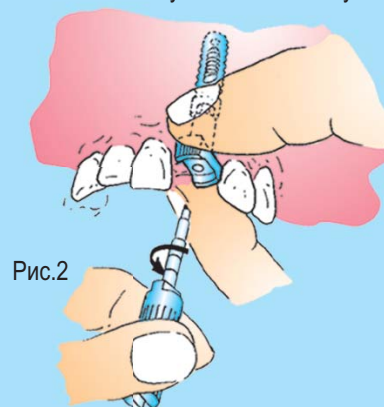

Рис.2
- Ввести фрезу с зацепляющей кромкой (С) внутрь держателя фрезы (В). Ввести фрезу в центратор до контакта с обломком винта, сильно надавить, и вращать ПРОТИВ ЧАСОВОЙ СТРЕЛКИ, поддерживая давление. После нескольких оборотов фреза выдвинется наружу из центратора и на поверхности фрезы покажется метка - в этом случае вынуть центратор и обломок обнаружится либо внутри центратора со стороны шестигранника, либо внутри имплантата на последнем витке внутренней резьбы, откуда будет легко извлечен пинцетом (Рис.2).